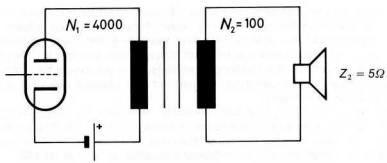

Bild 225
- g) Der Ausgangsübertrager nach Bild 225 soll den Belastungswiderstand des Lautsprechers an den Arbeitswiderstand der Endröhre anpassen. Bestimmen Sie folgende Größen: